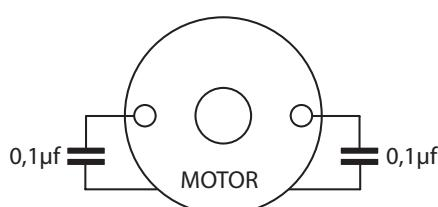

Fig. 1
1. Soldeer de bijgeleverde 0,1µf condensators zoals afgebeeld in Fig. 1.
1. Soudez les condensateurs 0,1µf sur le moteur. Fig. 1.
1. Solder the enclosed 0,1µf capacitors onto the motor as shown in Fig. 1.